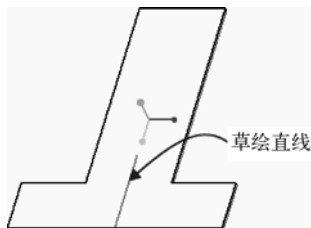
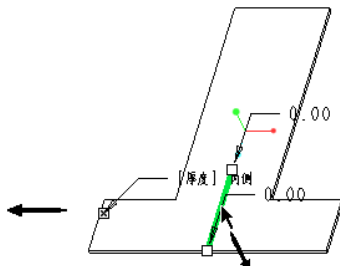

图 1-200 原始钣金件
图 1-201 指定折弯线
(1) 在“快速访问”工具栏中单击  (打开) 按钮，弹出“文件打开”对话框，浏览并选择 bj_1_5_1c.prt 文件，单击“打开”按钮。文件中存在着的原始钣金件，该钣金件一曲面上还创建有一条草绘直线，如图 1-200 所示。
(2) 在功能区“模型”选项卡的“折弯”组中单击  (折弯) 按钮，打开“折弯”选项卡。
(3) 在图形窗口中选择图 1-201 所示的直线作为折弯线。